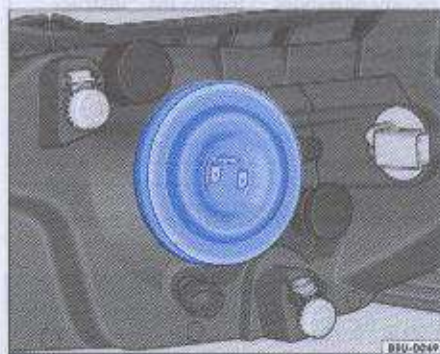

Fig. 136 Guardapolvo de protección de la lámpara
- Remueva el guardapolvo de protección ⇒ fig. 136.